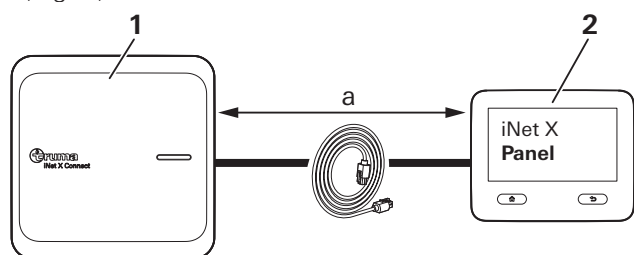

Fig. 2
- Placer le Connect le plus près possible du Panel (Fig. 2).
- Vérifier si la longueur du câble est suffisante (Fig. 2).